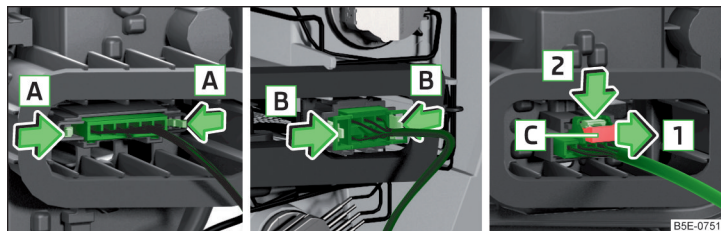

Fig. 362 Variantes de retiro de conectores
El tipo de conector varía según el modelo de vehículo » fig. 362.
- En conectores con lengüeta de aseguramiento extensible, asegurarlo contra el sentido de la flecha **1** » fig. 362.